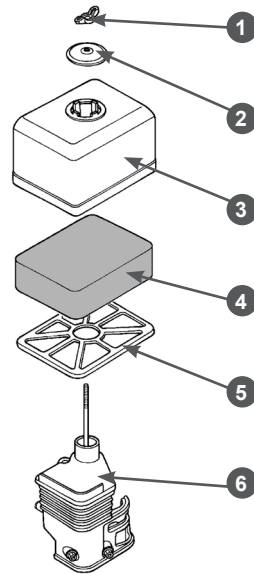

Рис. 21 Обслуживание воздушного фильтра
1. Открутите барашковую гайку 1, снимите шайбу 2 и крышку 3 воздушного фильтра в сборе с фильтрующим элементом 4 и сепаратором 5 (Рис. 21).
2. Извлеките из крышки 3 сепаратор 5 и фильтрующий элемент 4 (Рис. 21).
4. При незначительном загрязнении промойте поролоновый фильтрующий элемент 4 (Рис. 21) теплым мыльным раствором и просушите. Поврежденный или сильно загрязненный поролоновый фильтрующий элемент замените.
6. Произведите очистку крышки 3 воздушного фильтра, сепаратора 5 и основания 6 воздушного фильтра, не допуская попадания грязи и пыли в воздуховод, ведущий к карбюратору (Рис. 21).